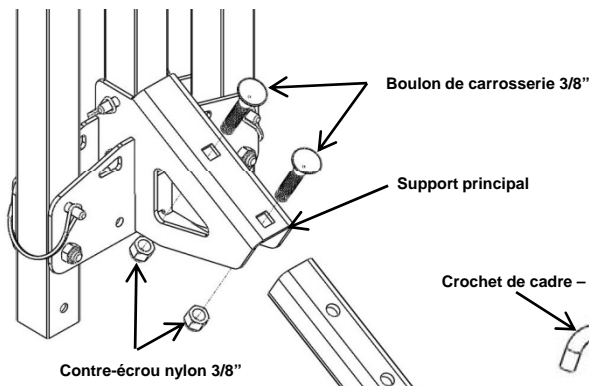

FIGURE 1
1. Aligner les trous de montage de la barre d'accouplement sur ceux du support principal. À l'aide des boulons de carrosserie 3/8 et des contre-écrous 3/8 en nylon fournis, fixer la barre d'accouplement au support principal. (Fig. 1)